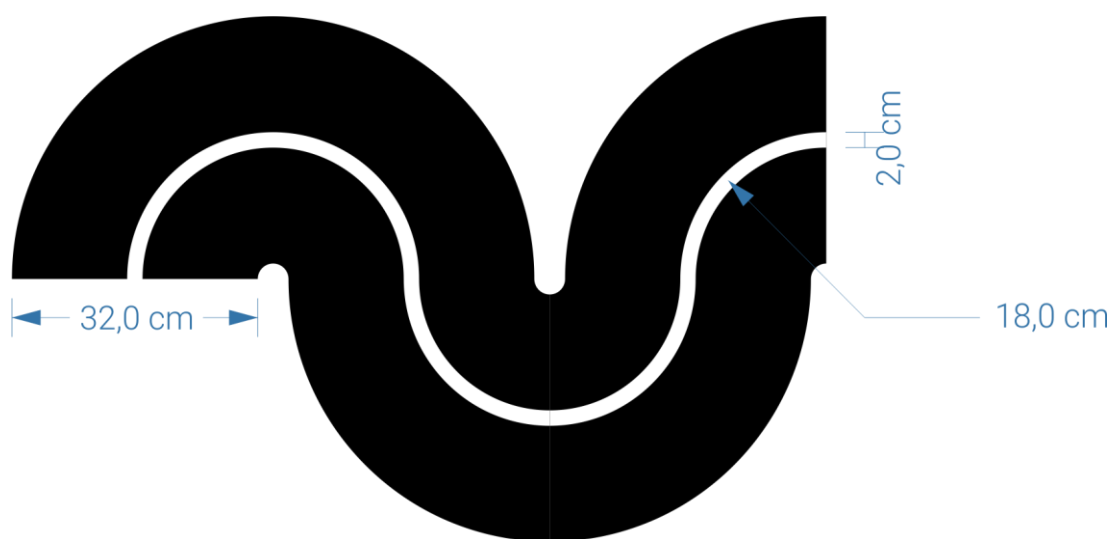

Figura 5. Exemplo de zigue-zague.
- b) O zigue-zague (Figura 5) não será indicado por nenhum padrão de sinalização de dificuldade. Ele possui um raio médio de 18,0 cm e comprimento mínimo de 48,0 cm. Sendo assim, o robô deverá seguir inteiramente a linha branca no zigue-zague.